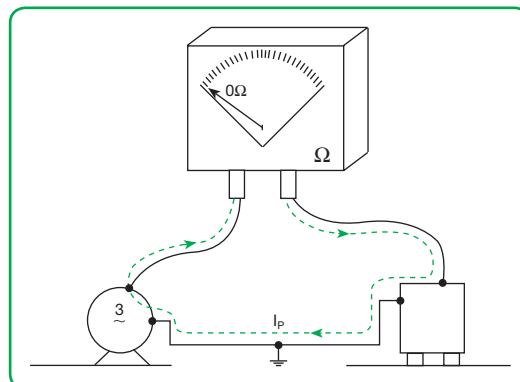

Fig. 5.3. Medida del aislamiento del bucle de tierras.
• **Es necesario el aseguramiento de la continuidad del bucle de cables de tierra**, prestando especial interés en las conexiones de los receptores al circuito de tierras. Ver **fig. 5.3**. Debe comprobarse mediante ohmímetro el grado de continuidad que presenta el circuito de